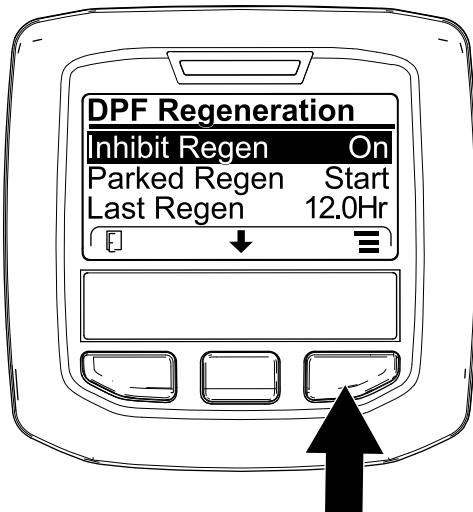
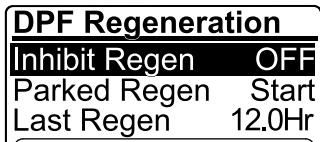

Figure 35
Figure 36
1. Ouvrez le menu Régénération du FAP, appuyez sur le bouton central pour naviguer jusqu'à l'option INHIBIT REGEN et appuyez sur le bouton droit pour la sélectionner (Figure 35).
2. Appuyez sur le bouton droit pour faire passer le paramètre Inhibit Regen de On à Off (Figure 35) ou inversement (Figure 36).